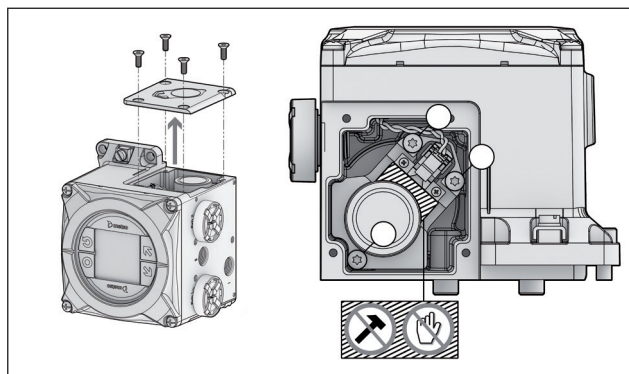

Fig. 95.
- Solte os parafusos da tampa do pré-estágio e remova a tampa do pré-estágio. (Fig. 95)
- Desconecte o conector do fio do pré-estágio do pré-estágio (Fig. 95)
- Solte os parafusos que prendem o pré-estágio no lugar. (Fig. 95)